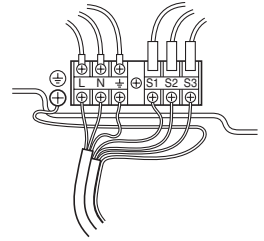

Fig. 6-2
6.1. Dış ünite (Fig. 6-1, Fig. 6-2)
- ① Servis panelini sökün.
- ② Şekil 6-1 ve Şekil 6-2'ye bakarak kabloları bağlayın.